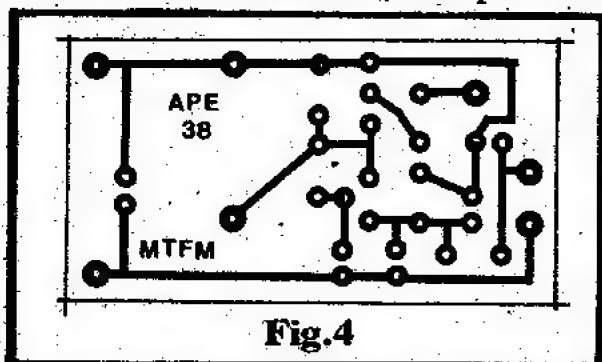

Fig.4
**- FIG. 4 - LAY OUT DO CIRCUITO IMPRESSO ESPECÍFICO** - Conforme já enfatizamos, a idéia básica no desenvolvimento do projeto do MICROTRANS FM foi miniaturização... Assim, o próprio lay out das áreas cobreadas (ilhas e pistas) do Circuito Impresso, foi condensado ao máximo. Levamos, porém, em consideração o fato de que o iniciante geralmente tem alguma dificuldade em realizar montagens “apertadas” demais, e assim procuramos racionalizar a miniaturização de modo a não tornar as coisas “impossíveis” aos Leitores que ainda não têm muita prática... Na figura vemos, em tamanho natural (1:1), o desenho da plaquinha “virgem”, usando tinta própria, ou decalques ácido-resistentes... Depois de efetuada a corrosão, limpeza e furação (cuidado, pois ilhas e pistas apresentam dimensões muito restritas, e qualquer errinho “danará” tudo...), o Impresso estará pronto para uso, devendo o iniciante consultar as INSTRUÇÕES GERAIS PARA AS MONTAGENS (apêndice permanente de APE, sempre nas